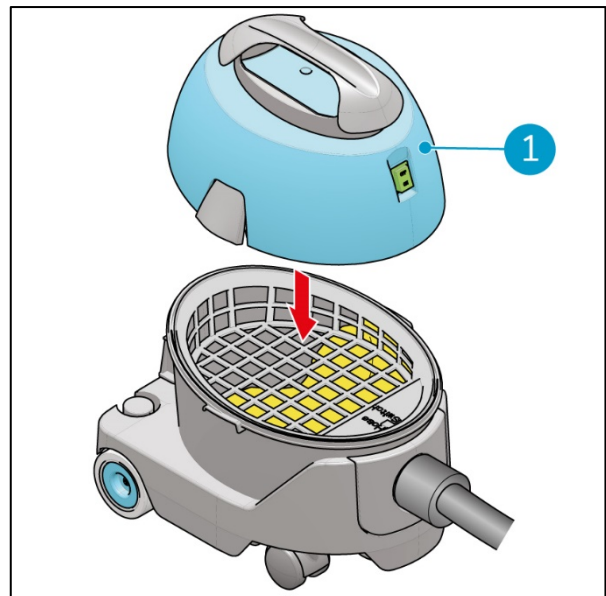

Figura 13
15. Coloca el cabezal (Figura 13, pos. 1) en el bidón.